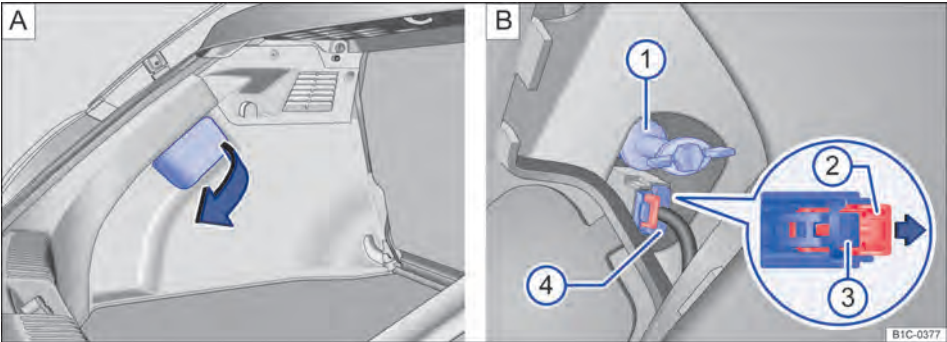

Fig. 184 A: abrir a cobertura do revestimento lateral traseiro no compartimento de bagagem. B: desinstalar a lanterna traseira.
4.	Abrir a abertura do revestimento lateral traseiro ⇒ Fig. 184 A.
5.	Puxar a trava vermelha ⇒ Fig. 184 B ② no sentido da seta para liberar o bloqueio do conector ⇒ Fig. 184 B ④.
6.	Pressionar o travamento do conector ⇒ Fig. 184 B ③ e retirar o conector ⇒ Fig. 184 B ④.
7.	Desaparafusar o parafuso de fixação da lanterna traseira ⇒ Fig. 184 B ① e retirar a lanterna cuidadosamente pra trás da traseira da carroceria.
13.	Segurar a lanterna traseira na posição de montagem com uma das mãos e rosquear o parafuso de fixação com a outra mão ⇒ Fig. 184 B ①.
15.	Colocar o conector ⇒ Fig. 184 B ④ no suporte das lâmpadas e pressionar a trava vermelha ⇒ Fig. 184 B ② no sentido contrário ao da seta.